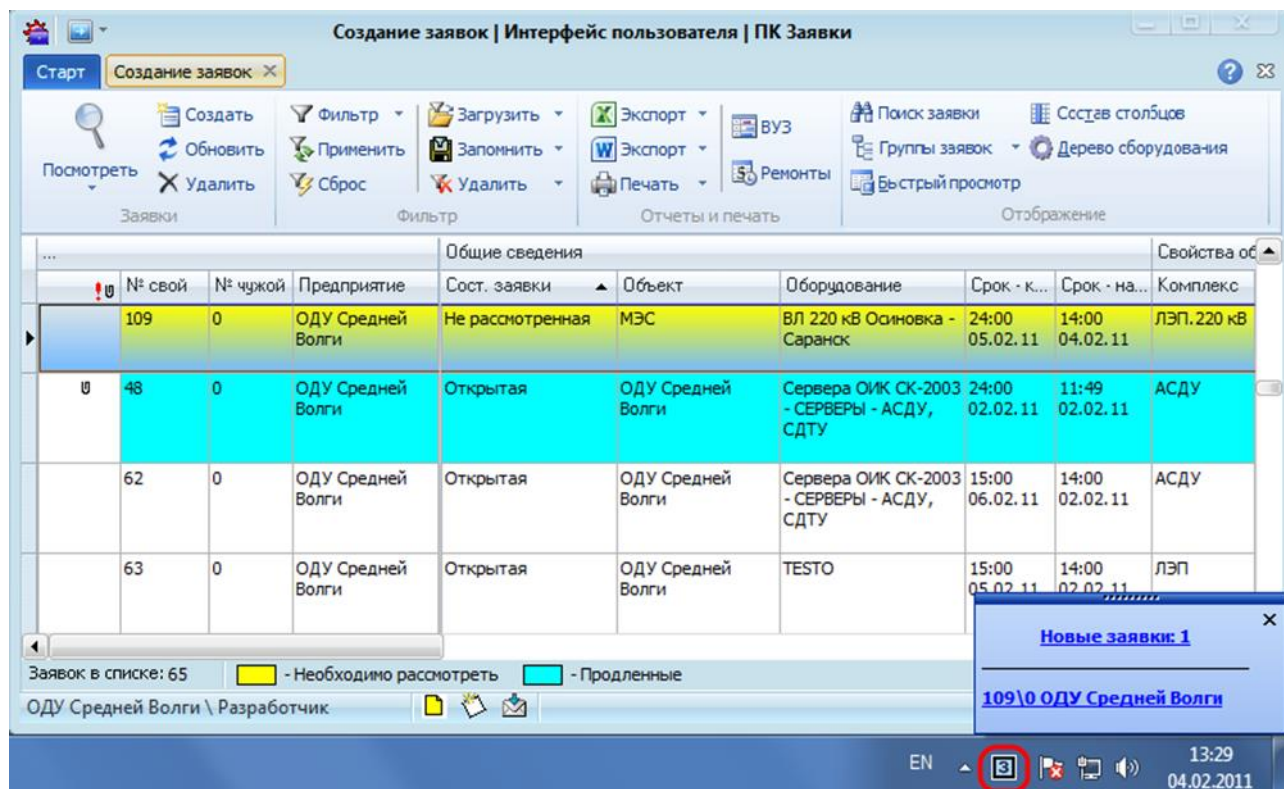

Рисунок 12.1 – Оповещение о приходе новых заявок
- в статусной строке приложения появляется пиктограмма «» (Рисунок 12.1).